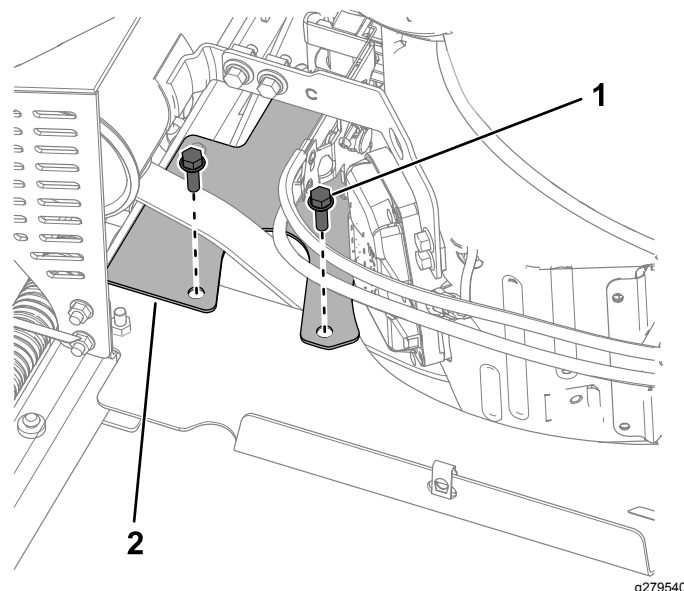

Figura 35
- Rimuovete i 2 bulloni (5/16" x 1") e la protezione della cinghia (Figura 35).